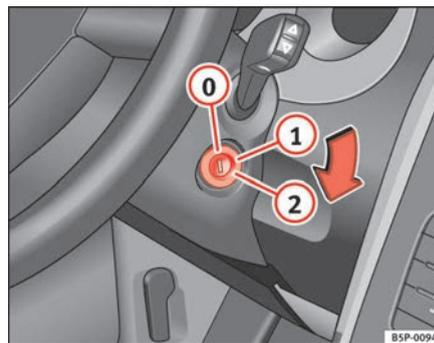

Fig. 135 Posições da chave da ignição
Nesta posição, ⇒ fig. 135 a ignição e o motor estão desligados, podendo bloquear a direcção.
- Rodar a chave da ignição para a posição ⇒ página 168, fig. 135 . O indicador luminoso  acender-se-á em caso de pré-incandescência do motor.
- Rodar a chave da ignição para a posição ⇒ **página 168, fig. 135**